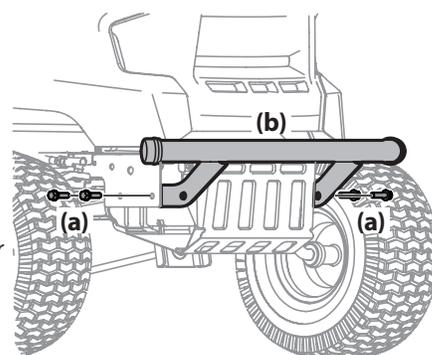

Figure 10
- Placez les supports du pare-chocs à l'intérieur du châssis et fixez-les avec les boulons à bride (a). Serrez à un couple de 37,5 à 45,75 N m (332 à 405 po-lb). Voir Figure 10.